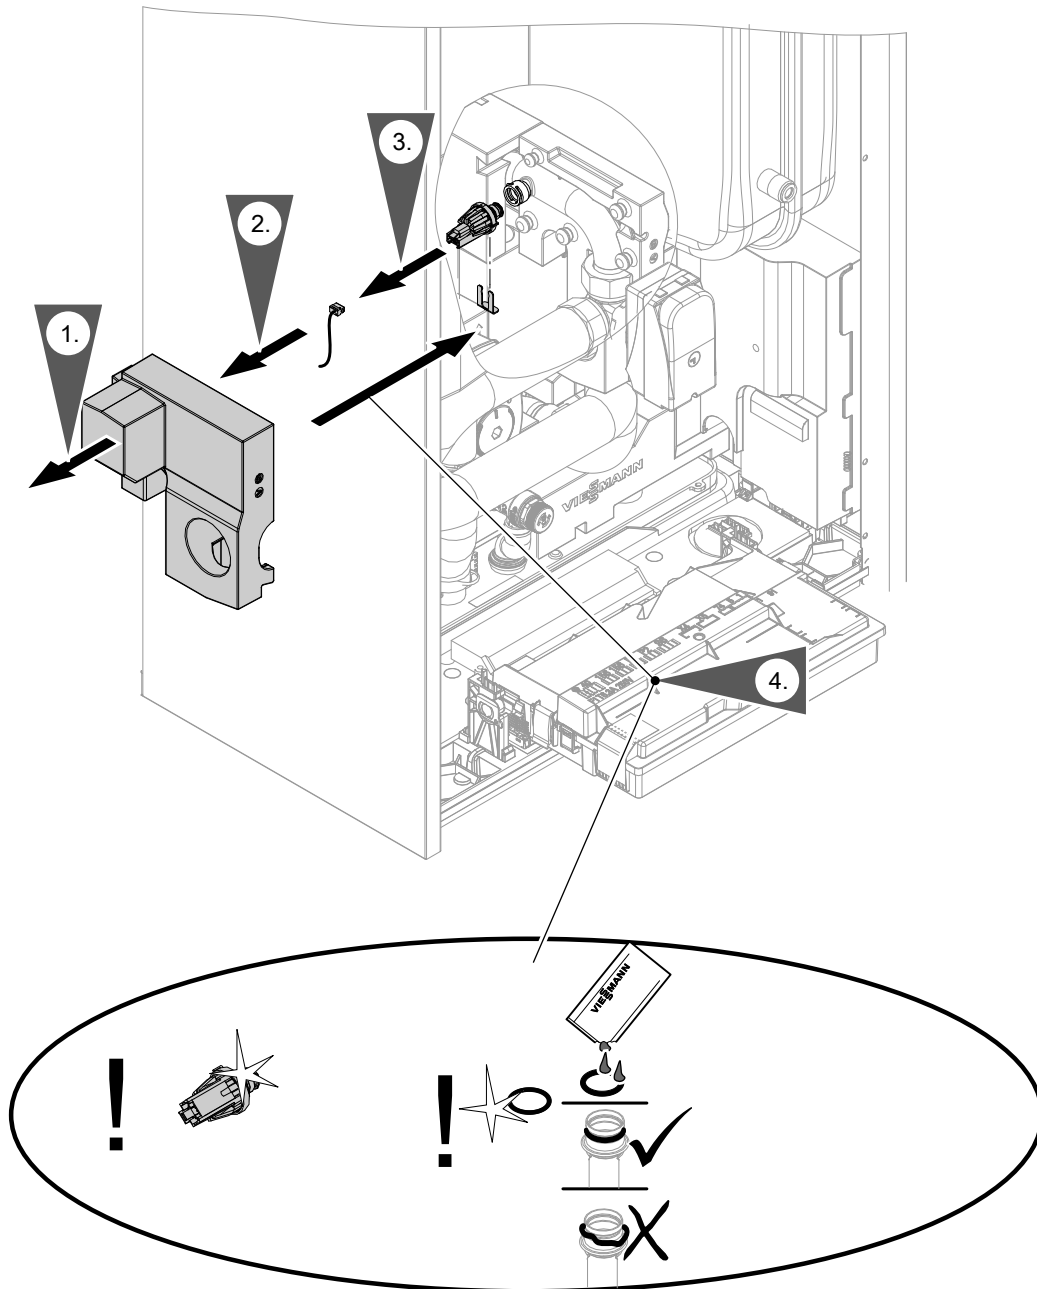

Abb. 95
- Wasserdrucksensor: Siehe Abb. 95.